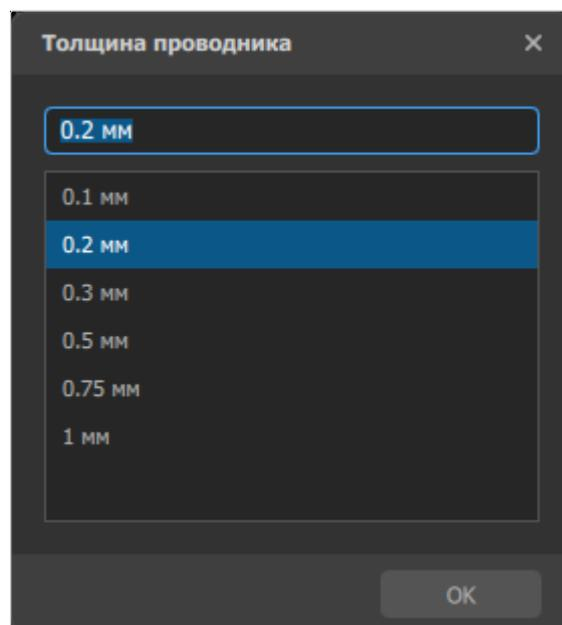

Рисунок 56. Выбор ширины сегмента
- Изменение ширины сегментов — сочетание клавиш `Shift` + `W`. Вызывает диалоговое окно «Ширина проводника» (см. рисунок 56), где можно выбрать одно из предустановленных значений или задать произвольное значение в мм.